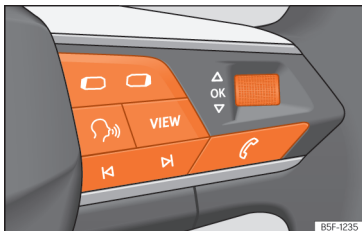

Abb. 71 Rechte Seite des Multifunktionslenkrads: Bedienelemente für die Menüs und Informationsanzeigen im Kombi-Instrument.
Solange eine Warnung der Priorität 1 vorliegt, »» Seite 78, kann auf kein Menü zugegriffen werden. Einige Warnmeldungen können bestätigt und ausgeblendet werden über die Taste **OK** am Multifunktionslenkrad »» **Abb. 71**.
- Falls eine Meldung oder das Fahrzeug-Piktogramm angezeigt wird, drücken Sie die Taste **OK** »» **Abb. 71**; ggf. mehrere Male.
- Zum Menüwechsel verwenden Sie die Tasten **◀** oder **▶** »» **Abb. 71**.
- Um das Menü oder die Informationsanzeige aufzurufen, die angezeigt wird, drücken Sie die Taste **OK** »» **Abb. 71** oder warten Sie einige Sekunden lang bis das Menü oder die Informationsanzeige automatisch geöffnet werden.
- Im angezeigten Menü, drehen Sie das rechte Rädchen am Multifunktionslenkrad »» **Abb. 71** bis der gewünschte Menüpunkt markiert ist. Der Menüpunkt wird umrahmt dargestellt.
- Drücken Sie die Taste **OK** »» **Abb. 71**, um die gewünschten Änderungen vorzunehmen. Eine Markierung zeigt an, dass die entsprechende Funktion bzw. das System aktiviert sind.
Taste **◀** oder **▶** »» **Abb. 71** drücken.